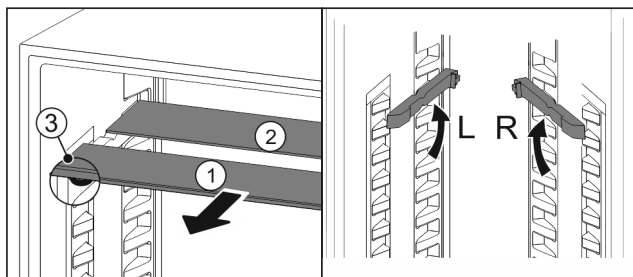

Fig. 30
- ▶ Skleněné desky jednotlivě vytáhněte dopředu Fig. 30 (1).
- ▷ Skleněná deska Fig. 30 (1) s ozdobnou lištou leží vpředu.
- ▷ Zářky Fig. 30 (3) směřují dolů.